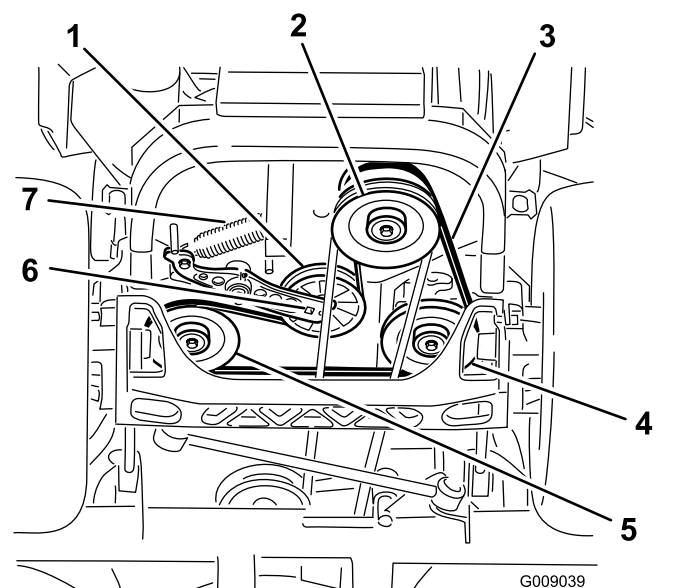

Figura 84
4. Eleve a máquina e apoie-a (Figura 84).
5. Utilize uma lingueta no orifício quadrado no braço intermédio para retirar a mola intermédia (Figura 84).
6. Desengate a mola intermédia da estrutura (Figura 84).
9. Utilize uma lingueta no orifício quadrado no braço intermédio; coloque a mola intermédia na estrutura (Figura 84).